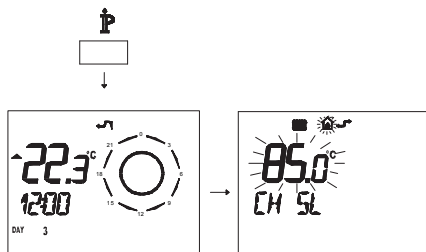

Figura 5.40
- Pulse durante más de 3 segundos el botón  para entrar en la modalidad **INFO** (Figura 5.40).